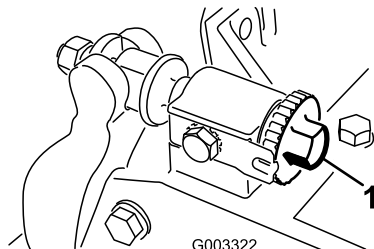

Рисунок 12
1. Установите режущий блок на ровную горизонтальную поверхность. Поверните регулировочные винты планки неподвижного ножа против часовой стрелки, чтобы планка не касалась барабана (Рисунок 12).
Внимание: Убедитесь в том, что гайки с обратной стороны регулировочных винтов планки неподвижного ножа не упираются в рабочую поверхность (Рисунок 12).